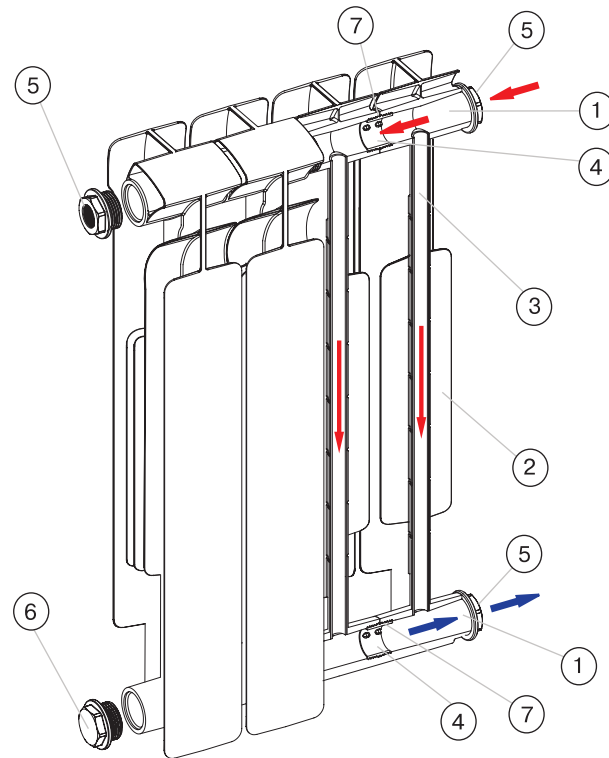

Рис. 1.2.
Секция алюминиевого радиатора STOUT Bravo (рис. 1.2) изготовлена из качественного алюминиевого сплава методом литья под давлением. Она представляет собой единый монолит из двух коллекторов (1) (верхнего и нижнего) и связывающего их оребрения (2), внутри которого проходит вертикальный канала овального сечения (3).